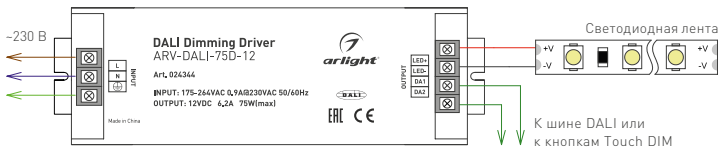

Рис. 1. Подключение диммера.
- 3.3. Подключите светодиодную ленту или другой совместимый светодиодный источник света к выходу диммера LED+ и LED- (см. Рис. 1). Строго соблюдайте полярность подключения!